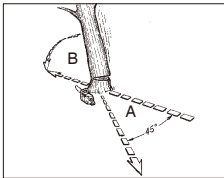

Fig. 11A
⚠ADVARSEL: En rømningsbane (A) bør planlegges og ryddes som nødvendig før kutting startes. Rømningsbanen bør strekke bakover og diagonalt til baksiden av det forventede fallområdet, som illustrert i Fig. 11A.
⚠ADVARSEL: Etter hvert som hovedskåret kommer nært til hengelsen, bør treet begynne å falle. Når treet begynner å falle, må du fjerne saken fra skåret, stoppe motoren, sette ned motorsagen, og forlate område langs rønningsbanen (Fig. 11A).